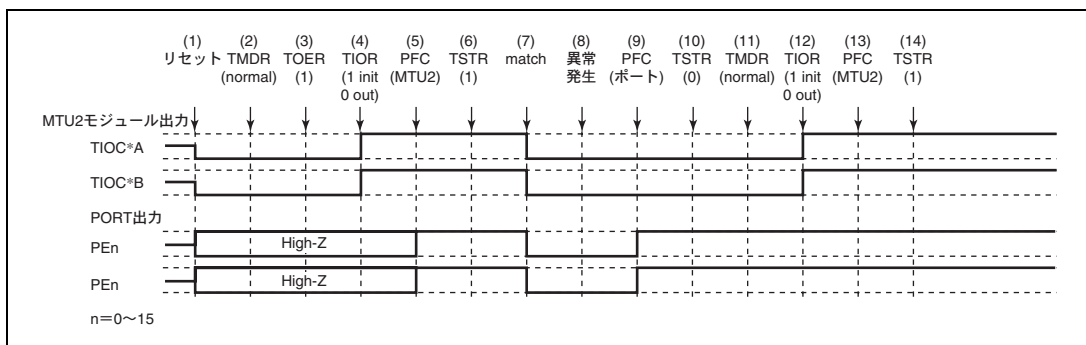

図 10.138 ノーマルモードで異常が発生し、ノーマルモードで復帰する場合
ノーマルモードで異常が発生し、再設定後ノーマルモードで再起動する場合の説明図を図 10.138 に示します。
(1) ~ (10) は図 10.138 と共通です。
(11) PWM モード 1 を設定します。
(12) TIOR で端子を初期化してください (PWM モード 1 では TIOC*B 側は初期化されません。初期化したい場合はノーマルモードで初期化した後、PWM モード 1 に遷移してください)。
(13) PFC で MTU2 出力としてください。
(14) TSTR で再スタートします。
(11) PWM モード 2 を設定します。
(12) TIOR で端子を初期化してください (PWM モード 2 では周期レジスタの端子は初期化されません。初期化したい場合にはノーマルモードで初期化した後 PWM モード 2 に遷移してください)。
- (1) ~ (10) は図 10.138 と共通です。
- (11) 位相計数モードを設定します。
- (12) TIOR で端子を初期化してください。
- (13) PFC で MTU2 出力としてください。
- (14) TSTR で再起動します。
(11) TIOR でノーマルモードの波形生成部を初期化してください。
(12) TIOR でノーマルモードの波形生成部の動作を禁止してください。
(13) TOER でチャンネル 3、4 の出力を禁止してください。
(14) TOCR で相補 PWM の出力レベルと周期出力の許可禁止を選択してください。
(15) 相補 PWM を設定します。
(16) TOER でチャンネル 3、4 の出力を許可してください。
(17) PFC で MTU2 出力としてください。
(18) TSTR で再スタートします。
- (1) ~ (13) は図 10.138 と共通です。
- (14) TOCR でリセット同期 PWM の出力レベルと周期出力の許可禁止を選択してください。
- (15) リセット同期 PWM を設定します。
- (16) TOER でチャンネル 3、4 の出力を許可してください。
- (17) PFC で MTU2 出力としてください。
- (18) TSTR で再スタートします。